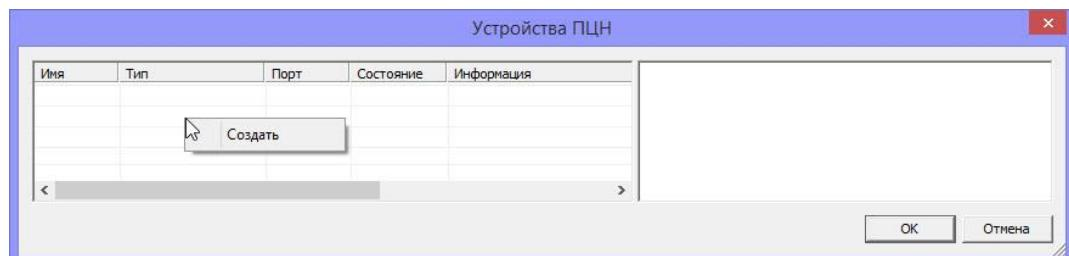

Рисунок 6.2 – Окно Устройства ПЦН
- 2) В открывшемся окне *Устройства ПЦН* щелкните правой кнопкой мыши по свободному месту и в контекстном меню выберите *Создать* (см. рисунок 6.2).